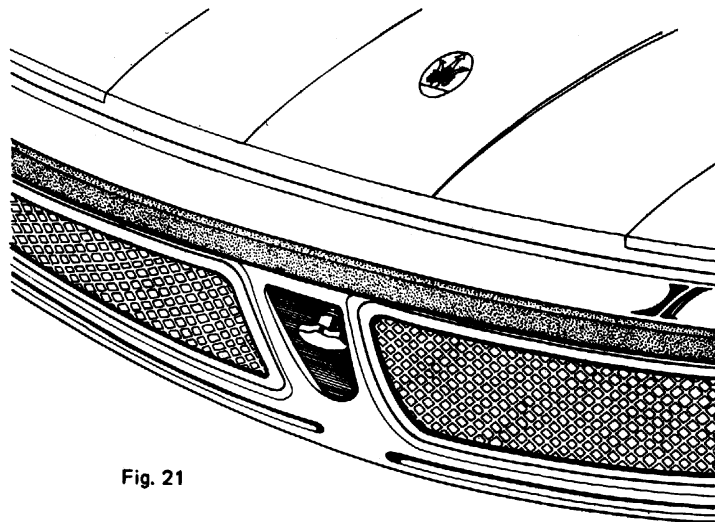

Fig. 21
**Comando di emergenza alzarfari.** Se il sistema automatico di fuoriuscita o di rientro dei fari non funziona, agire sulla manopola di emergenza, situata nell'incavo sotto il paraurti anteriore (Fig. 21).
**Commande d'urgence pour soulever les phares.** Si le système automatique de sortie ou de rentrée des phares ne fonctionne pas, agir sur le bouton d'urgence situé dans le creux sous le parechocs avant (Fig. 21).
Should the automatic system break down, use the emergency knob located in the hollow below the front fender (Fig. 21).
deren Stosstange (Abb. 21).